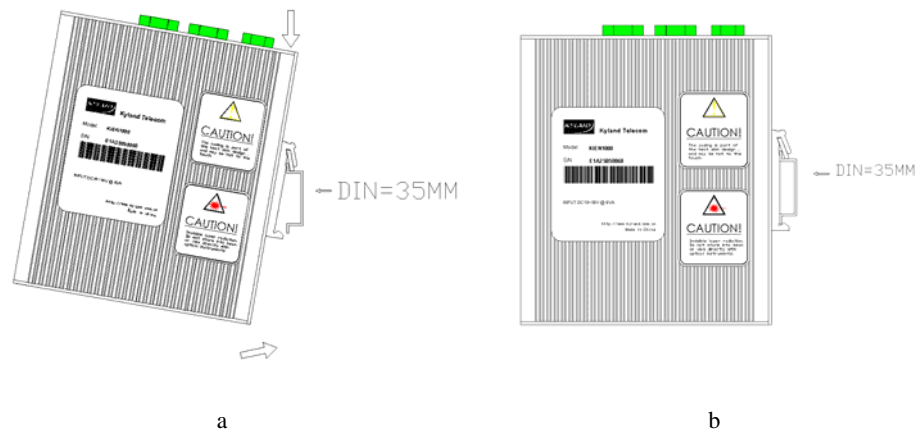

图 2-2 将 KIEN1000 或 KIEN2000 安装 DIN 轨上
1. 将 DIN 轨的下部插入 DIN 卡轨连接座下部有弹簧支撑的固定卡槽内。在 KIEN1000 或 KIEN2000 的下面板向上稍微用力并如图 2-2 a 所示转动设备。
2. 如图 2-2 b 所示, 将 DIN 轨卡入 DIN 卡轨连接座, 确认 KIEN1000 或 KIEN2000 设备可靠地安装到 DIN 轨上。